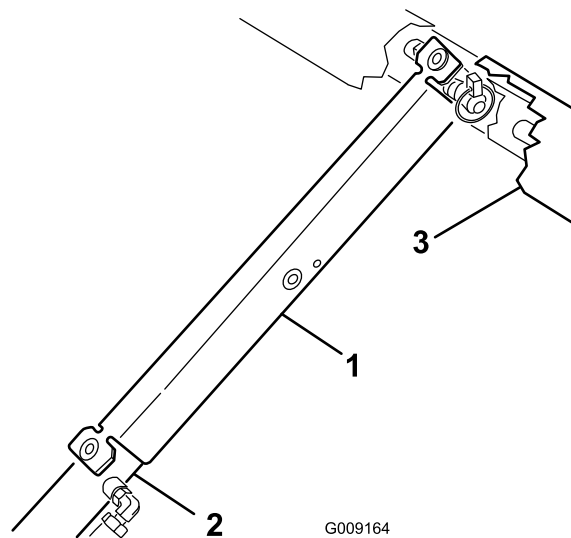

Рисунок 14
3. Установите опору кузова на шток гидроцилиндра так, чтобы концевые выступы опоры опирались на торец корпуса гидроцилиндра и на конец штока гидроцилиндра (Рисунок 14).